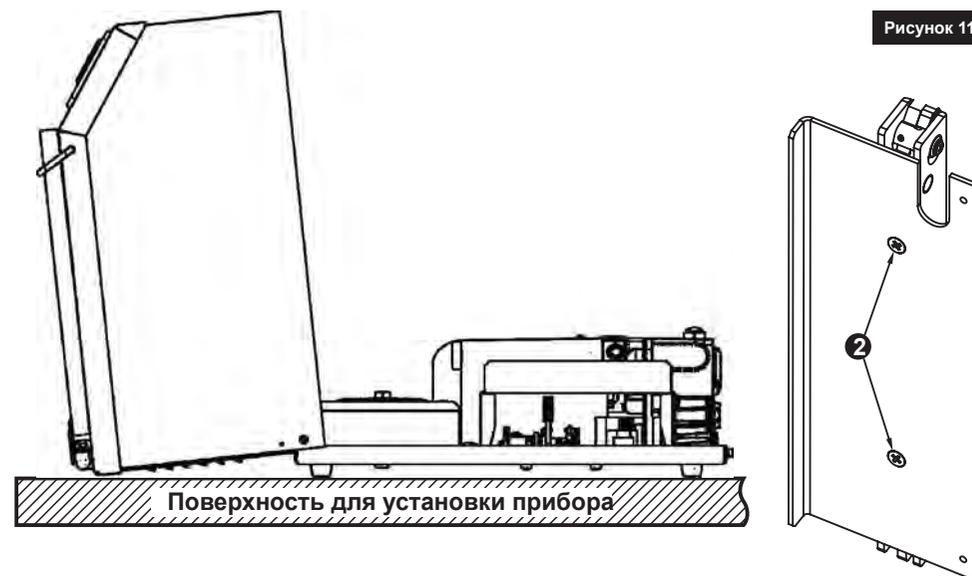

Рисунок 11
6. Открутить винты **2** (см. Рис. 11);